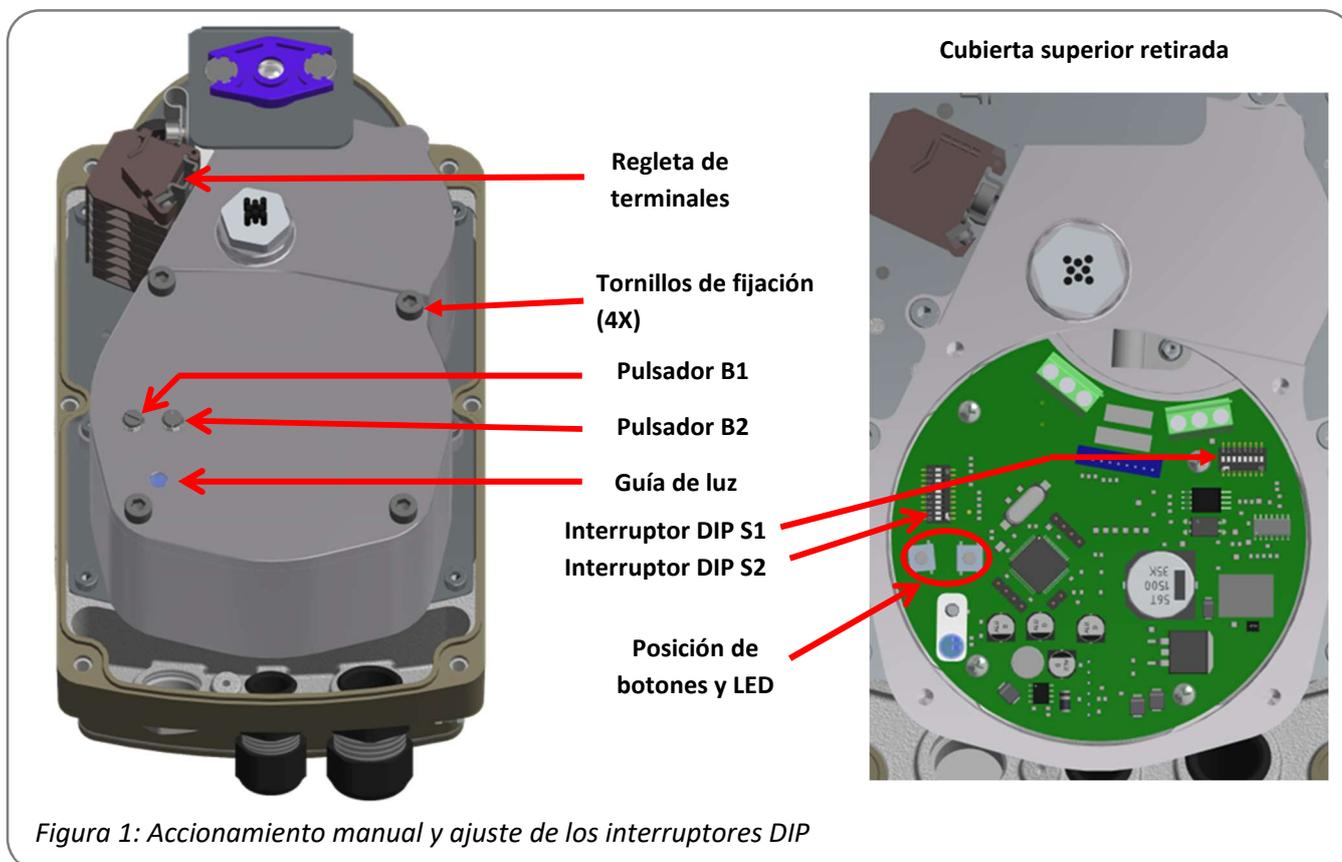

Figura 1: Accionamiento manual y ajuste de los interruptores DIP
- Los actuadores deben instalarse con espacio suficiente para retirar la cubierta (figura 1).